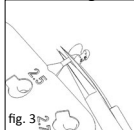

fig. 3
■ **Fig. 3** Den sizer, der er valgt til målingen, klippes af med en mikrosaks og transplanteres ind i mellemøret med en suger eller et andet mikrokirurgisk instrument.